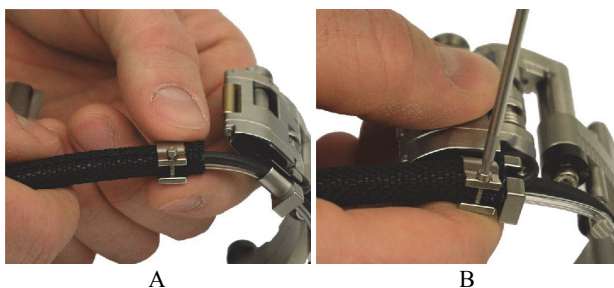

图 2-3 安装套管夹板
3. 安装套管夹板，步骤如下（参见第 19 页的图 2-3）：